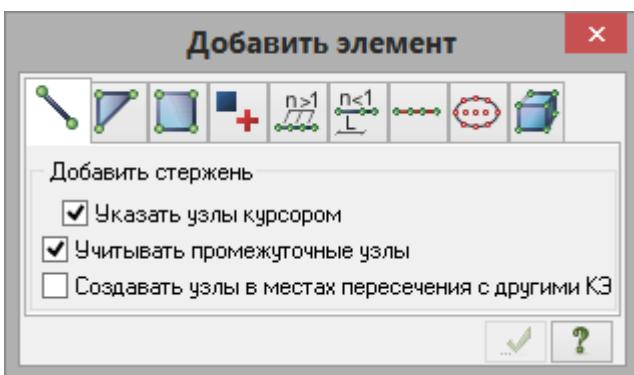

Рис.5.6. Диалоговое окно Добавить элемент
- Вызовите диалоговое окно **Добавить элемент** (рис.5.6) щелчком по кнопке – **Добавить элемент** (панель Создание на вкладке Создание и редактирование).
- Вызовите диалоговое окно **Добавить элемент** (рис.5.6) щелчком по кнопке – **Добавить элемент** (панель **Создание** на вкладке **Создание и редактирование**).